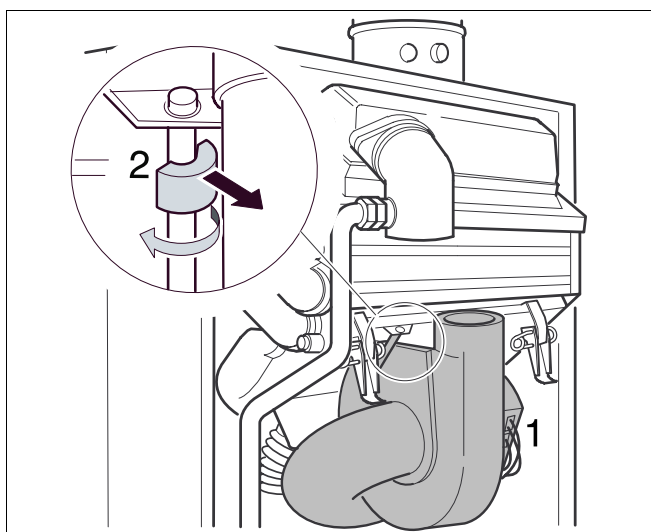

Fig. 35 Anneau de sureté
- Débrancher le connecteur du ventilateur (fig. 35, pos. 1).
- Tourner l'anneau de sureté sur le ventilateur d'un demi-tour vers la gauche et la retirer (fig. 35, pos. 2).